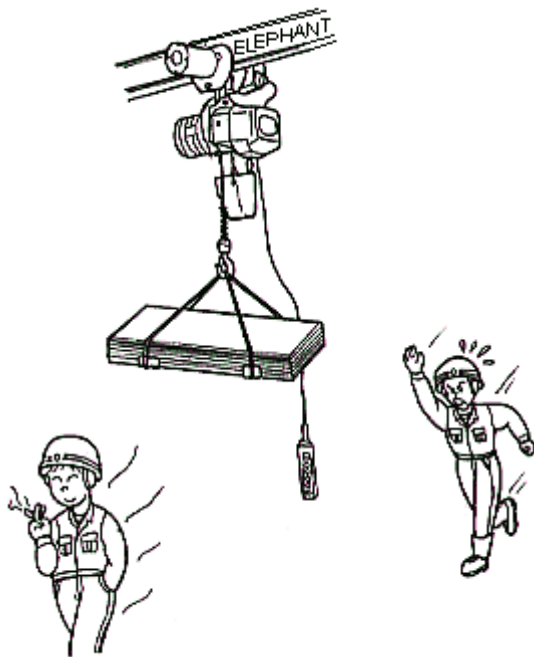

図6 荷を、つり上げたまま離れない
(6)荷を、つり上げたまま運転位置を離れないでください。(図6)